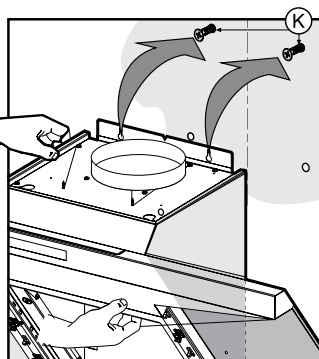

Рис. 12
4. Заверните два верхних шурупа крепления вытяжки так, чтобы на них можно было подвесить вытяжку без декоративных коробов воздуховода (рис.12). Подвесьте вытяжку на шурупы К, выровняв ее в горизонтальном положении. По завершении выровни-